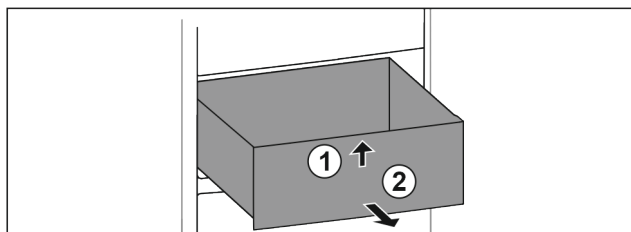

Fig. 70
- ▶ Повдигнете чекмеджето отпред. Fig. 70 (1)
- ▶ Извадете чекмеджето напред. Fig. 70 (2)